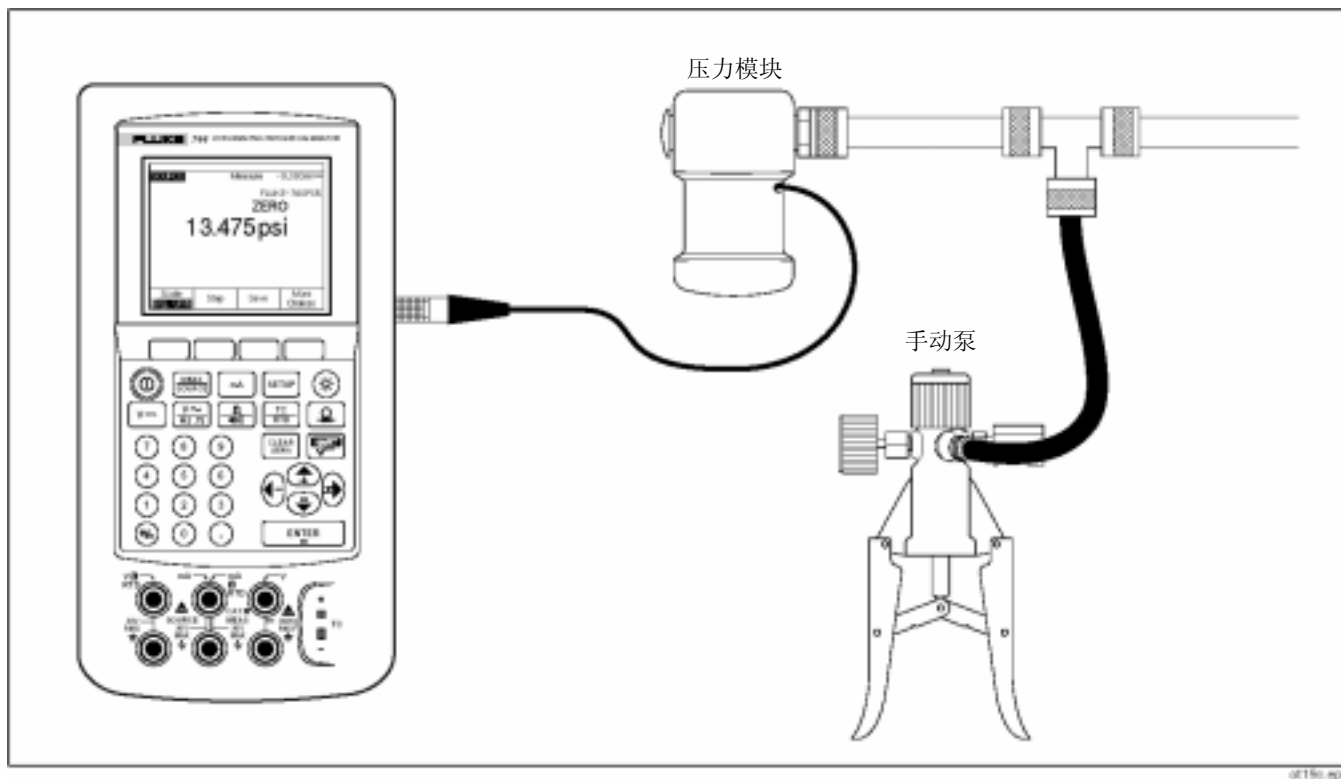

图 19 用于输出压力的连接
该校准器提供了一个输出压力显示功能，它需要使用一个外部手动泵。使用此功能可以对需要一个压力源或差压测量的仪表进行校准。有关此应用的信息，请参见图 19 和图 34。
要使用输出压力显示，请参见图 19，并操作如下：
1. 如图 19 所示，将压力模块和压力源连接到校准器。压力模块上的螺纹允许连接 1/4 NPT 接头。如果必要，请使用提供的 1/4 NPT 至 1/4 ISO 接头。